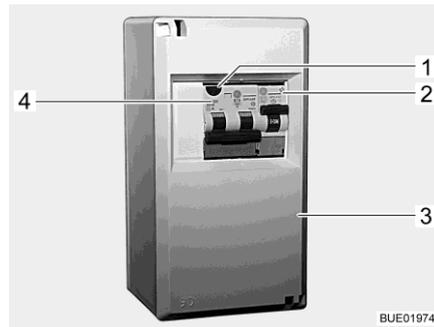
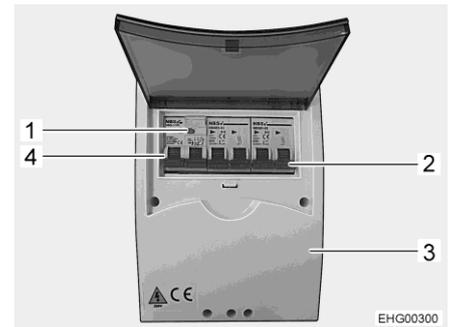

Bild 191 230-V-Sicherungskasten
Bild 192 230-V-Sicherungskasten (Variante)
- Die Leitungsschutzschalter (Bild 191,2, Bild 191,4 oder Bild 192,2, Bild 192,4) im Sicherungskasten (Bild 191,3 oder Bild 192,3) ausschalten.
- Wenn das Fahrzeug an die 230-V-Versorgung angeschlossen ist, die Prüftaste (Bild 191,1 oder Bild 192,1) des kombinierten Fehlerstrom-/Leitungsschutzschalters (Bild 191,4 oder Bild 192,4) im Sicherungskasten (Bild 191,3) drücken. Der Fehlerstrom-Schutzschalter muss auslösen.